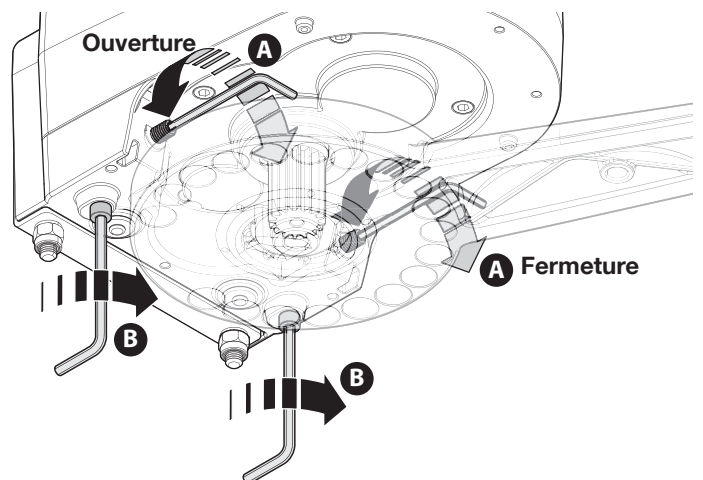

Fig. 18
07. En vissant et en dévissant les deux goujons (A) placés sur le moteur, il est possible de régler les deux fins de course ; puis avec les deux vis (B) bloquez les deux goujons de réglage (A) **fig. 18** ;